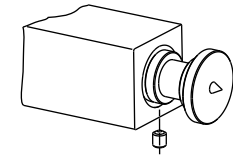

FIGURE 4
6 Insérez les broches de positionnement dans les trous ronds de l'extrémité des tubes de support horizontaux (4) afin que la pointes soit orientée vers l'extérieur et que l'épaulement s'aligne avec le tube de support horizontal. (voir la figure 4).